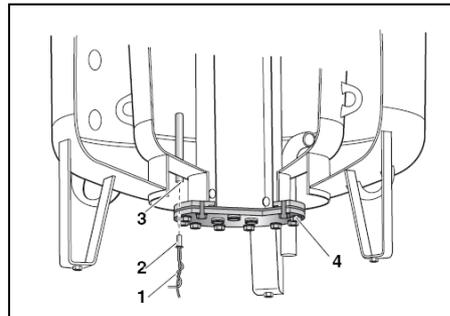

Рис. 9 Место выполнения измерений MB2 (погружная гильза, гелиоконтур)
- Датчик (Рис. 9, Поз. 9) с направляющей проволокой (Рис. 9, Поз. 1) вставить до упора. Проволока находится в точке выполнения измерений MB2, смотри Рис. 9. Поз.3.